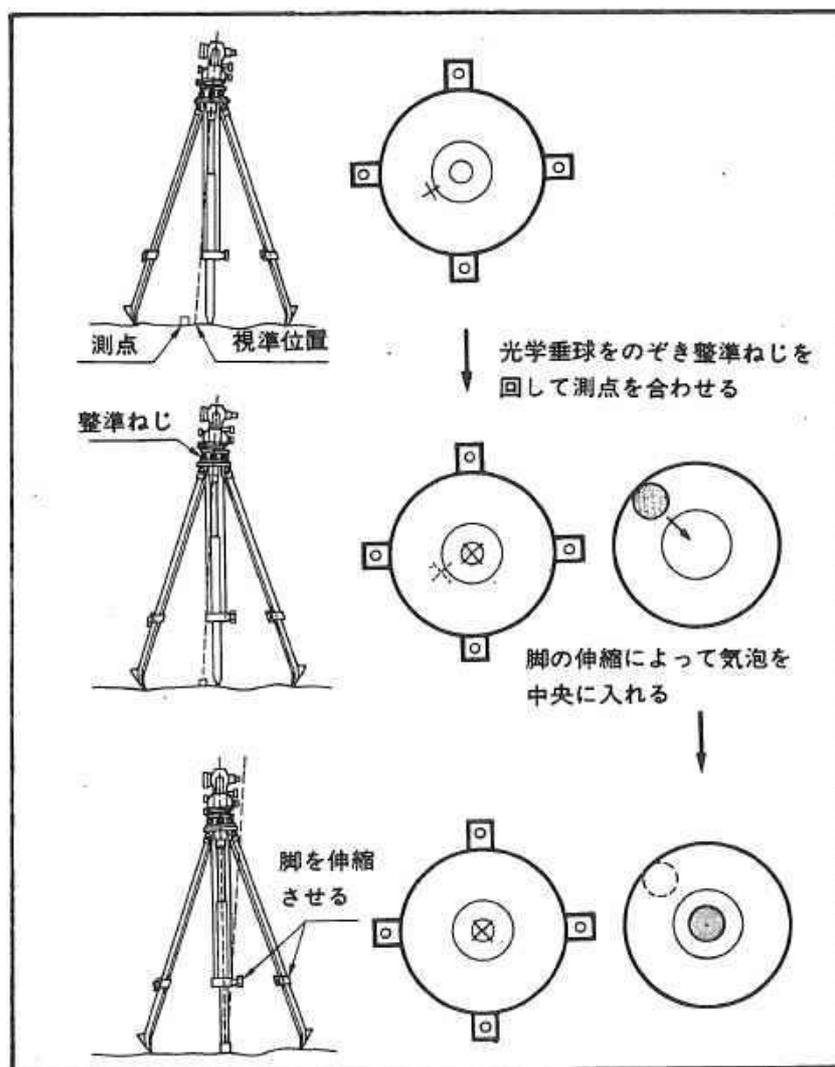

図5
3) 測点が焦点板二重丸の中央に位置するように、整準ねじ⑫を回します。(図5)
4) 次に、円形気泡管⑲を見ます。気泡の寄っている方向、又はその反対方向に最も近い脚の蝶ねじAをゆるめ、脚の伸縮によって気泡を円の中央に寄せます。更に他の1本の脚の伸縮によって気泡を中央に入れます。
5) 水平固定つまみ⑧をゆるめて本体を回転させ、横気泡管⑩を見て、整準ねじで水平にします。